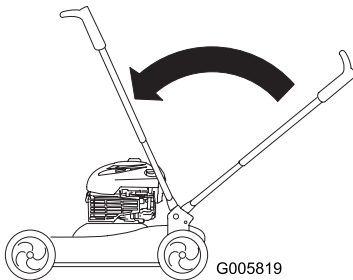

Bild 46
3. Heben Sie den Griff in die vertikale Stellung an (Bild 46).